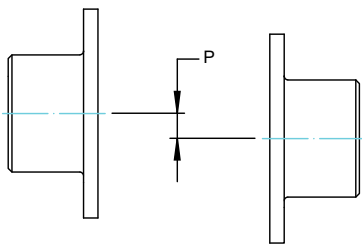

Figura 6 - Desalineación de la compensación paralela
- 8.4. El valor de "desalineación paralela" (P) es la compensación entre los centros de los bujes, como se muestra en la Figura 6.